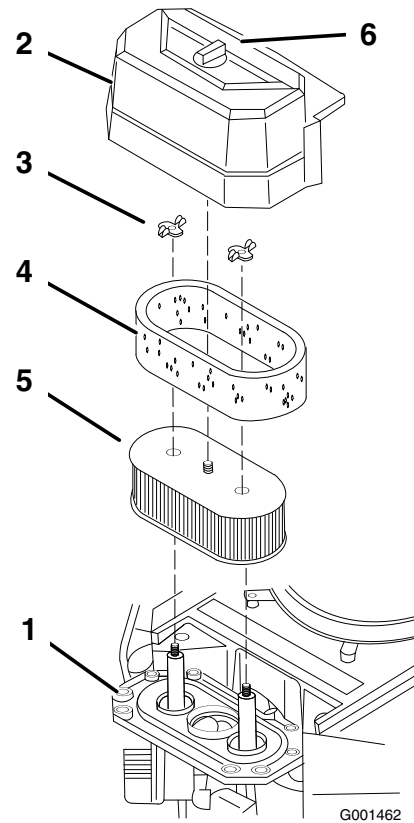

Figura 23
3. Limpie alrededor del limpiador de aire de forma que la suciedad no penetre en el motor y cause daños (Figura 23).
4. Desenrosque el pomo de la cubierta y retire la cubierta del limpiador de aire (Figura 23).
5. Desenrosque las 2 tuercas de orejeta y retire el conjunto del limpiador de aire (Figura 23).
6. Retire cuidadosamente el filtro de gomaespuma del filtro de papel (Figura 23).
1. No limpie el filtro de papel. Cámbielo cada 200 horas de funcionamiento (Figura 23).
1. Deslice cuidadosamente el filtro de gomaespuma sobre el filtro de papel (Figura 23).
2. Coloque el conjunto del limpiador de aire sobre la base del limpiador de aire y fíjelo con 2 tuercas de orejeta (Figura 23).
3. Coloque en su posición la cubierta del limpiador de aire y apriete el pomo de la cubierta (Figura 23).